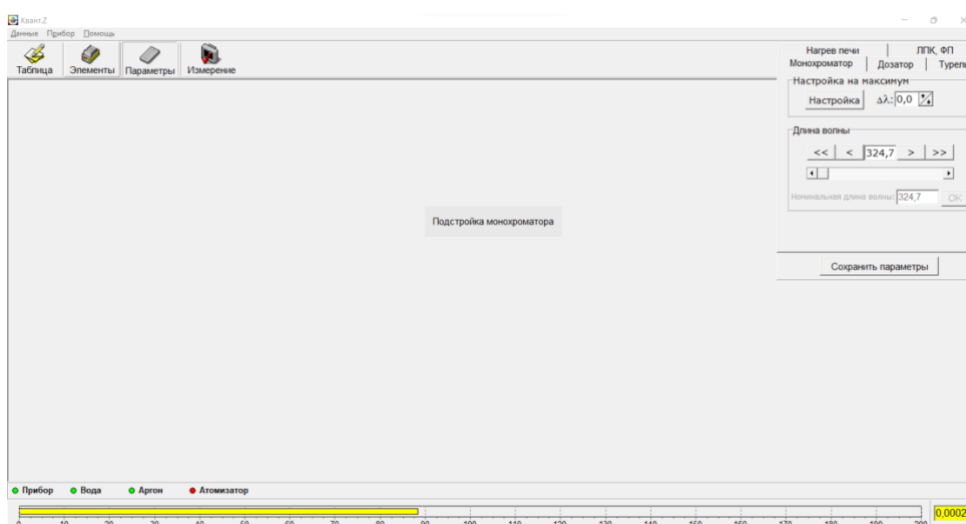

Рис. 18П – Подстройка монохроматора
- 3.4.8** Кликните по закладке «Монохроматор» в блокноте «Параметры» (Рис. 18П) и нажмите кнопку «Настройка».